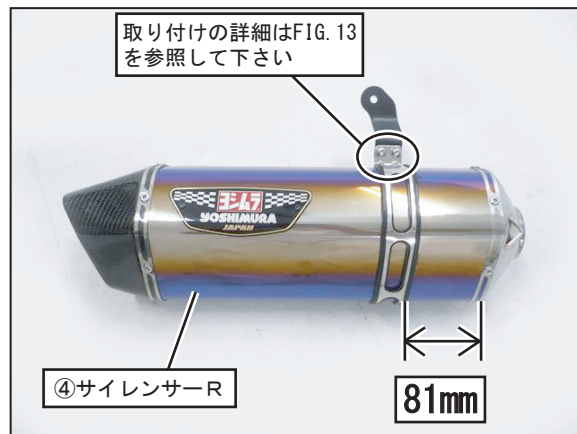

FIG. 12
8. ⑪サイレンサーバンドに⑫サイレンサーバンド用スペーサーラバーを取り付けてから④サイレンサーRに通し、⑮ボタンスボルトM6×15、⑯SUSワッシャM6、⑰フランジナットM6を使用して、サイレンサーカバー前端から81mmの位置で⑬サイレンサーステーRを仮締めして下さい。(FIG. 12, 13参照)